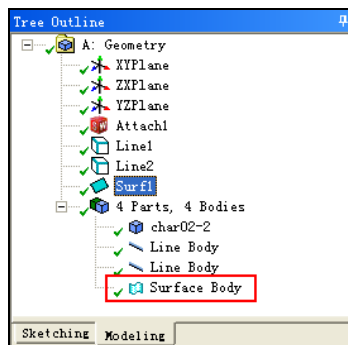

图 2-72 设计树中显示创建的面体
**步骤 03** 单击  **Generate** (生成) 按钮, 生成面体。设计树中的  **Surf1** 变为  **Surf1**, 表示面体生成成功。此时设计树中即包含了刚刚创建的面体, 如图 2-72 所示。